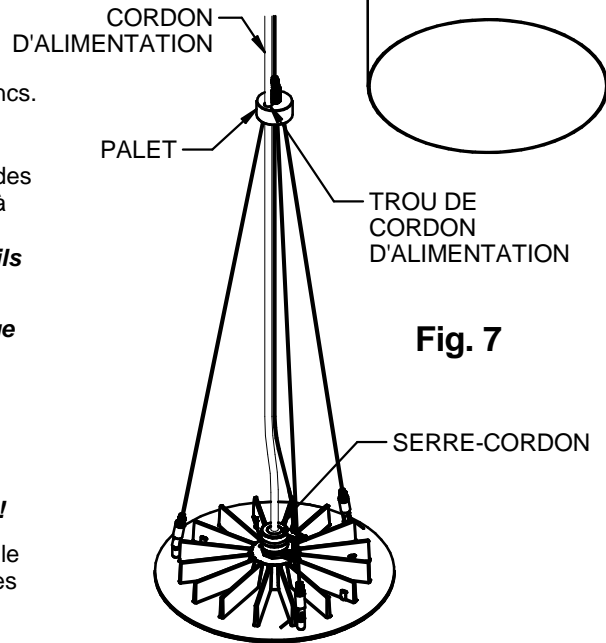

Fig. 7
10. Tirer le cordon d'alimentation à travers le trou du palet et enfiler l'extrémité du cordon à travers le serre-cordon et dans le compartiment de câblage du cylindre (Fig. 7). Couper le cordon d'alimentation à la longueur comme il se doit.